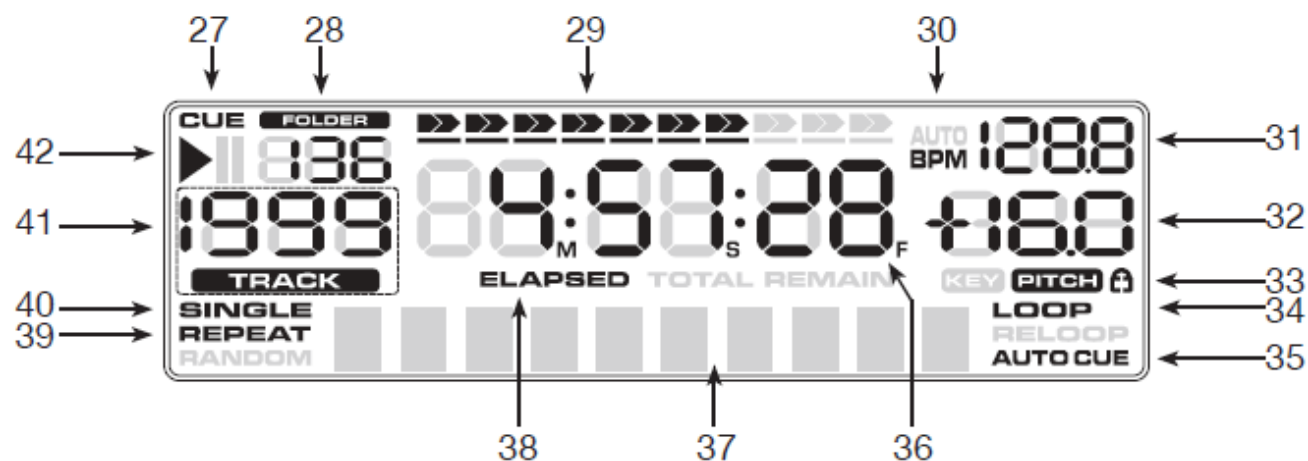

Figure 3
D. PANNEAU ÉCRAN LCD (FIGURE 3)
32. COMPTEUR PITCH : Ce compteur affichera le pourcentage de pitch appliqué à la molette de pitch (11).
35. INDICATEUR AUTO CUE : Celui-ci indique si l'Auto Cue est activé ou désactivé. Appuyez et maintenez enfoncé SGL/CTN (16) pendant plus d'une seconde pour activer ou désactiver la fonction Auto Cue.